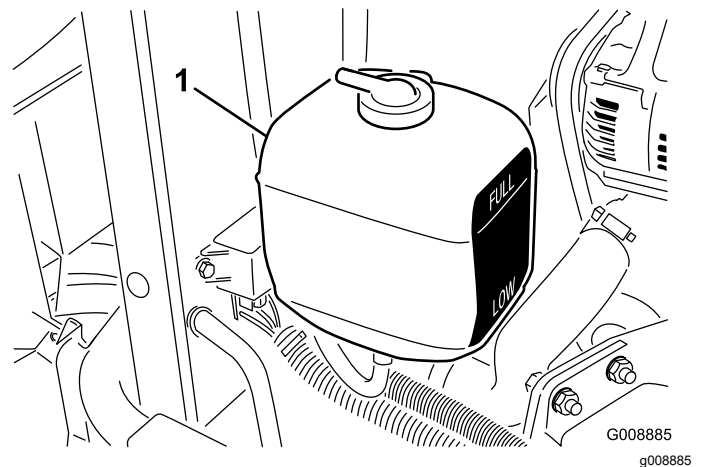

Figura 29
2. Verifique o nível de líquido de refrigeração do depósito secundário (Figura 29). Num motor arrefecido, o líquido de arrefecimento deve estar entre as marcas existentes no lado do depósito.